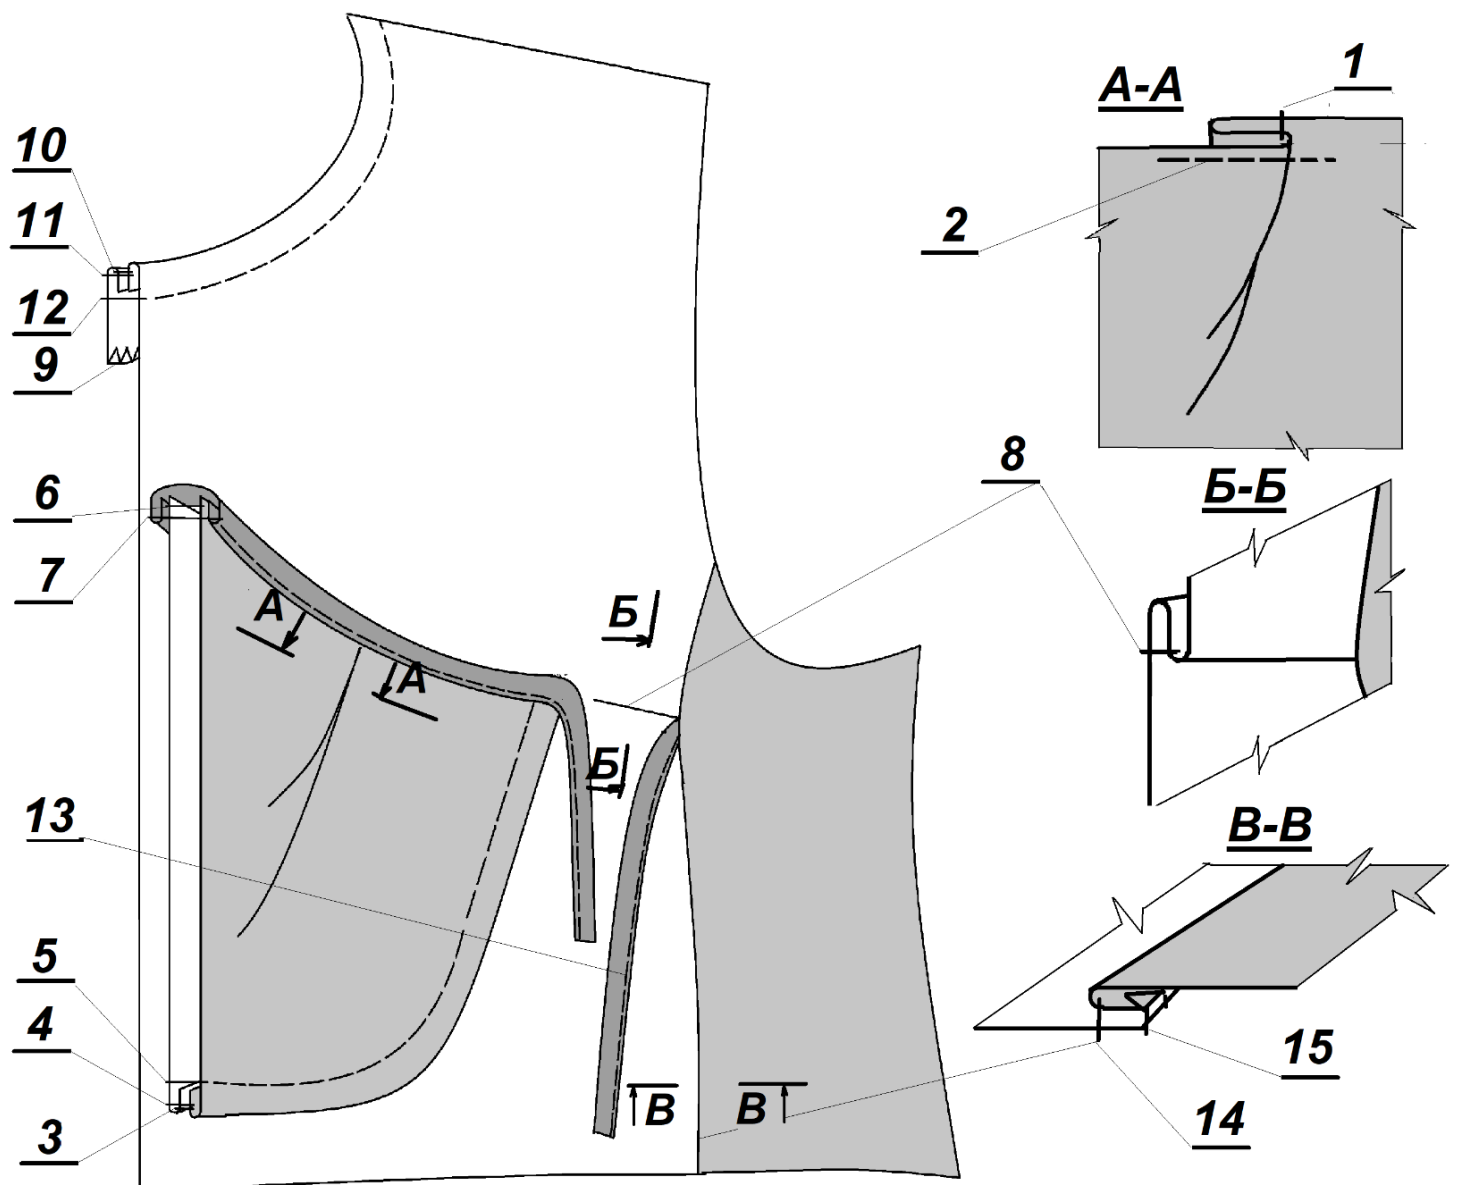

Рисунок 2 – Схема обработки перед
2) При пошиве можете воспользоваться рекомендованной технологической последовательностью изготовления, приведенной ниже (стр. 7), а также схемами обработки (стр. 8, рис. 2), или применить свой метод изготовления, не ухудшающий качество и полностью соответствующий заданному внешнему виду фрагмента модели женского платья.
1. Застрочить мягкие складки отлетной детали переда (далее ОДП), складывая по надсечкам и стачивая до метки ограничения длины застрачивания (рис. 2, стр. 1).
3. Закрепить припуски складок строчкой вдоль среза ОДП (рис. 2, стр. 2).
6. Обтачать фигурный срез ОДП подкладкой, ш. шва 0,7 см (рис. 2, стр. 3).
7. Настрочить подкладку ОДП на шов обтачивания, ш. шва 0,1-0,2 см (рис. 2, стр. 4).
10. Проложить отделочную строчку по ОДП вдоль обтачанного края на расстоянии 1,0 см (рис. 2, стр. 5).
11. Стачать верхние срезы ОДП и подкладки на расстоянии 0,5-0,7 см (рис. 2, стр. 6).
13. Окантовать верхний срез ОДП с одновременным застрачиванием банта из запаса окантовочной бейки (рис. 2, стр. 7).
14. Застрочить нагрудные вытачки центральной части переда (рис. 2, стр. 8).
16. Обметать внутренний срез обтачки горловины (рис. 2, стр. 9).
17. Обтачать горловину обтачкой, ш. шва 0,7 см (рис. 2, стр. 10).
18. Настрочить обтачку на шов обтачивания горловины, ш. шва 0,1-0,2 см (рис. 2, стр. 11).
21. Проложить отделочную строчку вдоль горловины на расстоянии 1,0 см (рис. 2, стр. 12).
22. Застрочить бант из запаса окантовочной бейки (рис. 2, стр. 13).
25. Стачать рельефные срезы переда (рис. 2, стр. 14).
26. Обметать рельефные швы переда (рис. 2, стр. 15).